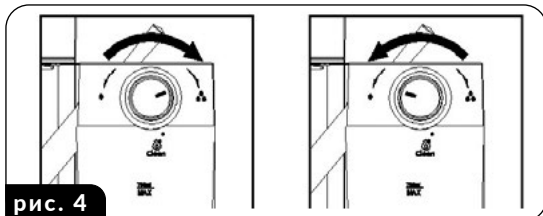

рис. 4
**кості піни (рис.4). Ви також можете регулювати інтенсивність піни під час процесу спінювання.**
1. Встановіть обраний фільтр (13) у колбу (10), наповніть її кавою і встановіть колбу в кавоварку.
2. Переконайтеся, що в резервуарі для води (15) є необхідна кількість води, а в резервуарі для молока (19) - необхідна кількість молока.
**УВАГА! Перед приготуванням кави LATTE відрегулюйте кількість спіненого молока відповідно до ваших уподобань, повернувши ручку дозатора (23) вправо, щоб отримати більше піни, або вліво, щоб зменшити кількість піни (рис.4). Ви також можете регулювати інтенсивність піни під час процесу спінювання.**